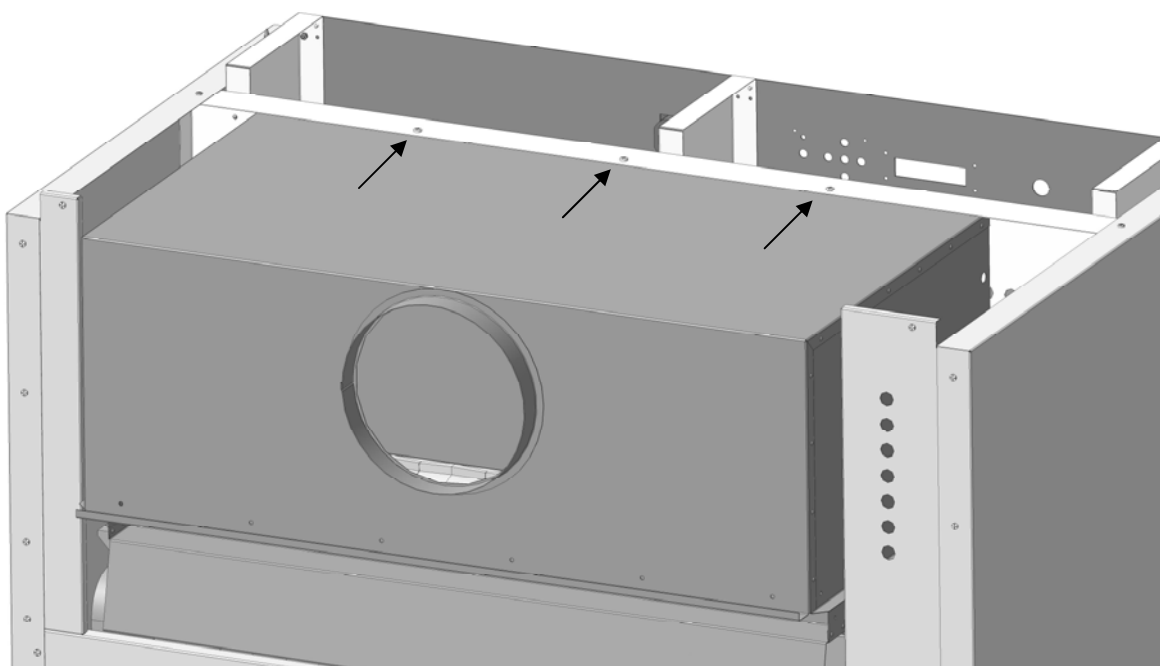

Рис. 4 Демонтаж прерывателя тяги
6.4.2. Демонтировать прерыватель тяги. Прерыватель тяги закреплен к дымоходу тремя винтами 4,8x9,5 см. Рис.4;